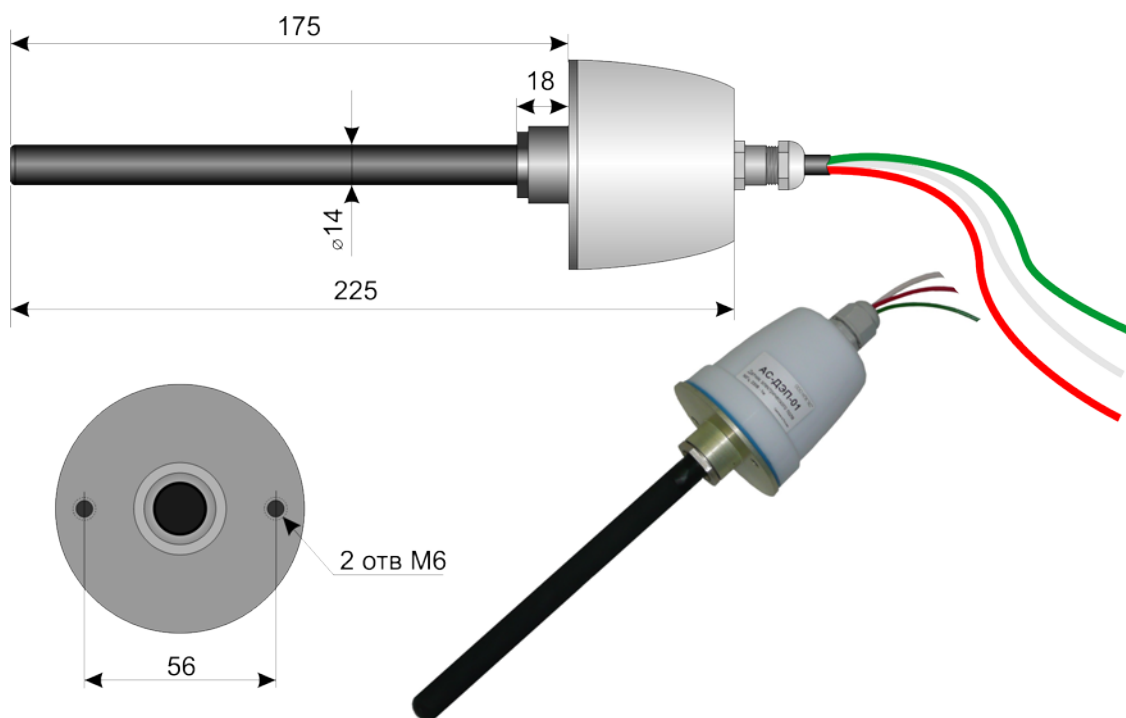

Рис. 7
6.7. Датчик электрического поля, Рис.7, реагирует на электрическое поле, наводимое электросетями переменного тока 50Гц, выдавая сигналы запрета при превышении напряженностью поля заданной величины.